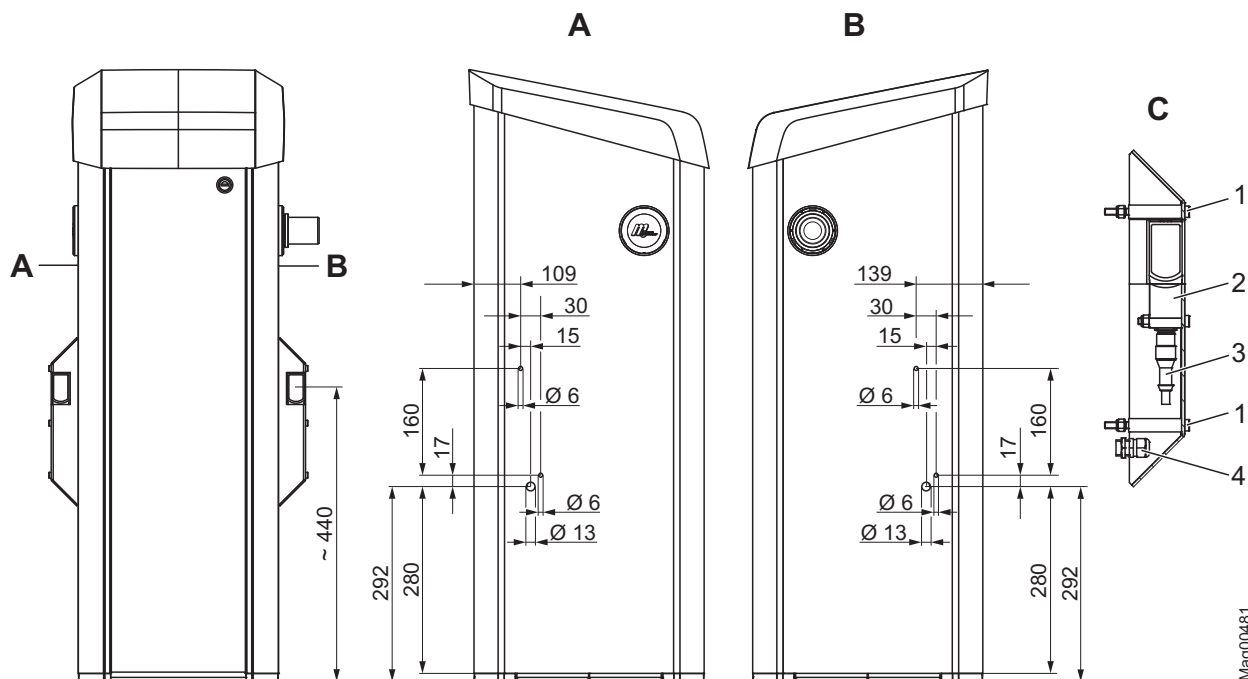

Fig. 24: Monter lysporthuset til senderen på bomhuset (mål i mm)
1. Hullene for lysporthuset må bores i henhold til Fig. 24 på bomhuset.